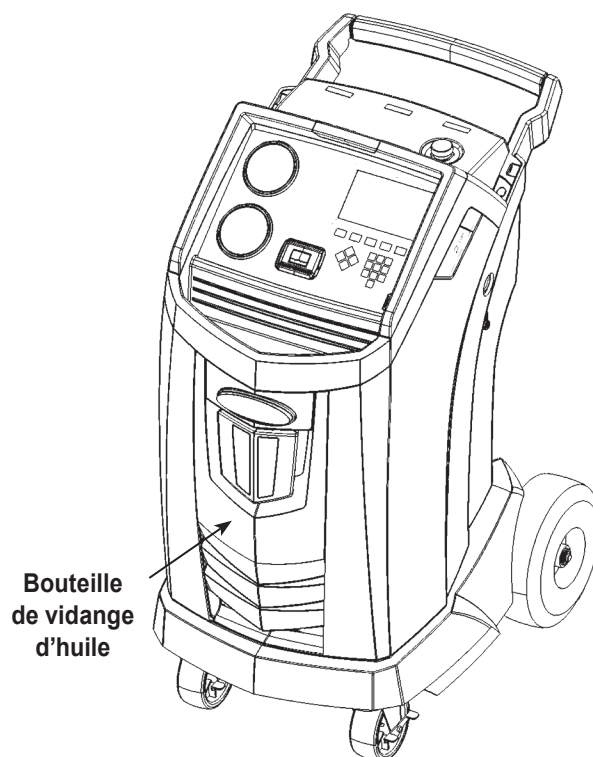

Figure 2
1. Videz la bouteille de vidange d'huile avant d'entamer une récupération. Retirez la bouteille de vidange d'huile de la machine en la tirant tout droit vers le bas; évitez tout mouvement rotatif ou basculant. Réinstallez la bouteille de vidange d'huile. Reportez-vous à la Figure 2.